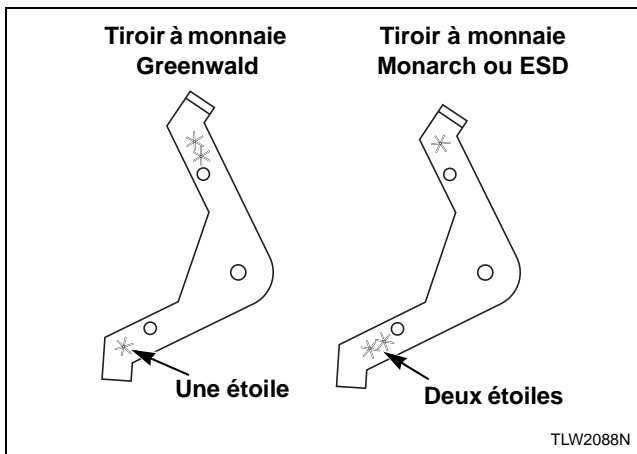

Figure 30
2. Pour installer un tiroir à monnaie de type Greenwald, placer le levier d'extension (à fixer sur l'équerre d'extension) la branche à une étoile vers le bas. Se reporter à la *Figure 30*.
3. Pour installer un tiroir à monnaie de type Monarch ou ESD, placer le levier d'extension la branche à deux étoiles vers le bas. Se reporter à la *Figure 30*.